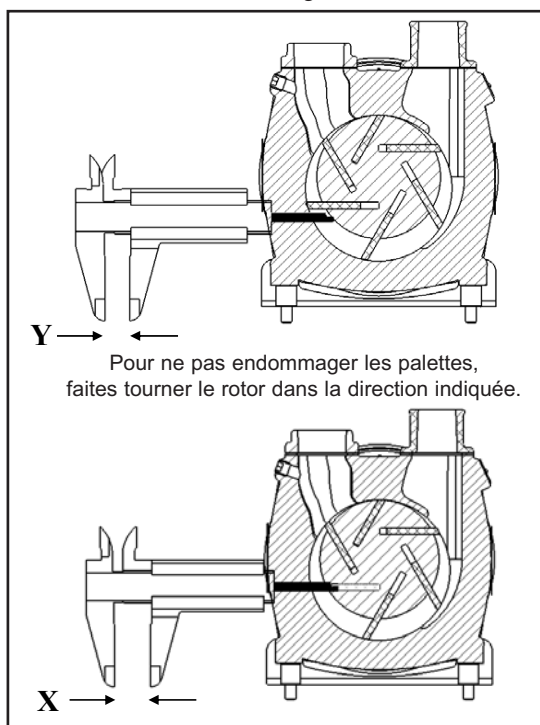

Figure 10 - Inspection rapide des paquettes
2. A l'aide d'un pied à coulisse, mesurez l'usure des paquettes comme illustré à la figure 10.